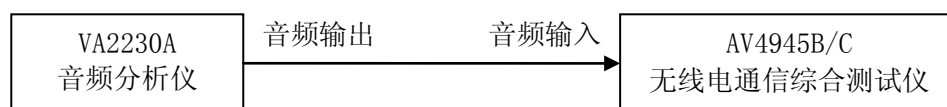

图 6-14 音频信号分析特性测试框图
- 1) 如图 6-14 连接测试仪器, 设置音频分析仪输出频率 1kHz, 幅度+14dBV (600 Ω 内阻, 等于高阻 10Vrms); 设置 AV4945B/C 为音频分析模式, 音频滤波器 20kHz LPF, 高阻输入, 档位选择 30V~5V, 将电平测量值记入表格 A.1 相应空格处;
- 1) 如图 6-14 连接测试仪器，设置音频分析仪输出频率 20kHz，幅度-40dBV（等于 20mVrms）；设置 AV4945B/C 为音频分析模式，音频滤波器 LPF 20kHz，高阻输入，电平测试档位选择 50mV 以下，将频率实测值记入表格 A.1 相应空格处；
- 1) 如图 6-14 连接测试仪器，设置音频分析仪输出频率 20Hz，幅度+14dBV（等于 10Vrms）；设置 AV4945B/C 为音频分析模式，音频滤波器 300Hz LPF，高阻输入，档位选择 30V~5V，将电平测量值记入表格 A.1 相应空格处；